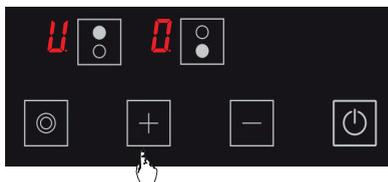

Abbildung 10
3. Dann drücken Sie ein Mal die **+** Taste. Mit dieser Berührung wird das **H** Symbol in der entsprechenden Kochzone angezeigt. (siehe Abb. 10) Dadurch wird die Warmhalte-Funktion aktiviert.